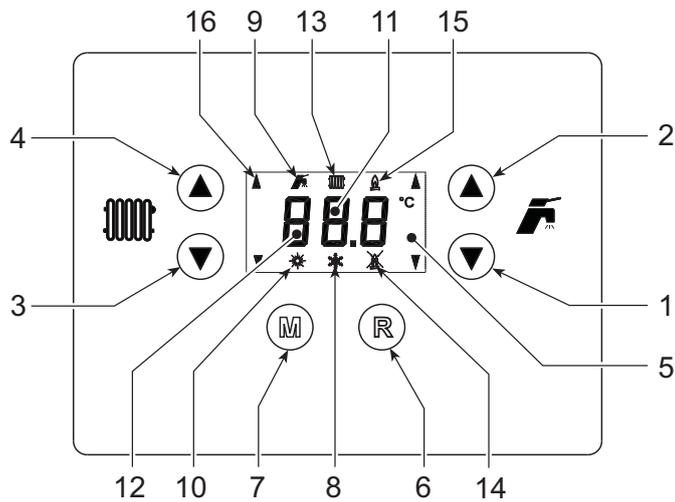
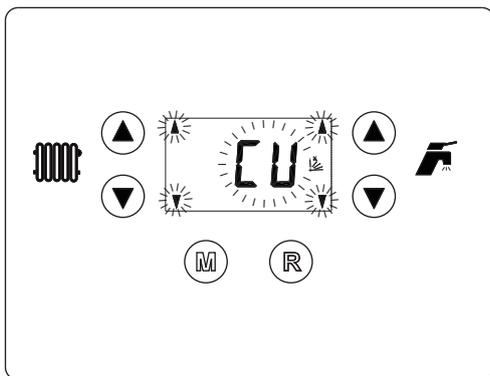
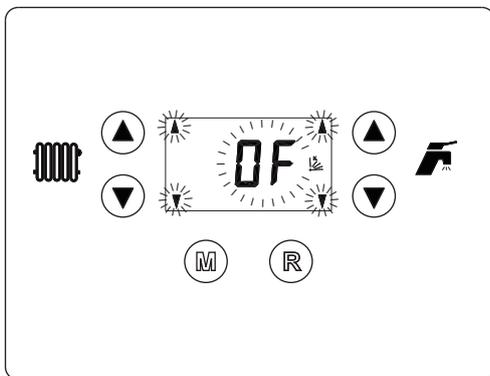
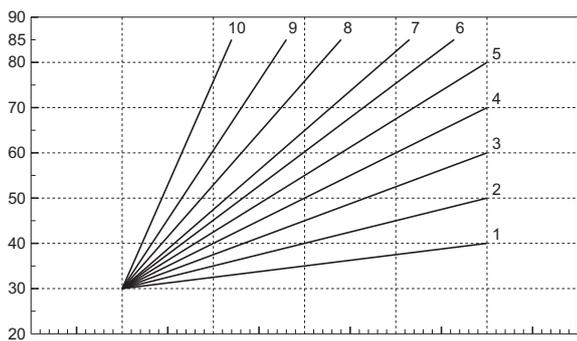

рис. 1 - Панель управления
рис. 11 - Кривая компенсации
рис. 12 - Параллельное изменение кривых
рис. 13 - Кривые погодозависимого регулирования
О поступлении команды на включение отопления от комнатного термостата или от пульта ДУ с таймером предупреждает загорание индикатора радиатора (поз. 13 - рис. 1).
О поступлении команды на включение бойлера предупреждает загорание индикатора крана (поз. 9 - рис. 1).
При включенной системе нагрева воды в бойлере (заводская установка) на дисплее отображается символ режима Comfort (поз. 12 - рис. 1). Бойлер может быть включен/выключен пользователем, выбрав соответствующую позицию в меню выбора.
Нажмите клавишу **(M)** (поз. 7 - рис. 1). На дисплее высвечивается текущий режим, который может быть изменен с помощью кнопок (поз. 1 и 2 -) системы ГВС:рис. 1 выберите ECO (Экономический) или CON (Комфорт) и подтвердите выбор нажатием кнопки **(M)** (поз. 7 - рис. 1).
Нажмите клавишу **(M)** (поз. 7 - рис. 1) в течение 5 секунд.
Для повторного включения котла снова нажмите кнопку **(M)** (поз. 7 рис. 1) в течение 5 секунд.
Нажмите клавишу **(R)** (поз. 6 - рис. 1) в течение 1 секунды.
На дисплее высвечивается символ "Лето" (поз. 10 - рис. 1): При этом котел будет вырабатывать только воду для ГВС. Остается активной система антизамерзания.
Для выключения режима "Лето" вновь нажмите клавишу **(R)** (дет. 6 - рис. 1) в течение 1 секунды.
Используйте клавиши (поз. 3 и 4 - рис. 1) для регулировки температуры воды в системе отопления в пределах от 30°C до 85°C; однако, не рекомендуется эксплуатировать котел при температуре ниже 45°C.
Температура рис. 1в системе ГВС регулируется в пределах от 10°C до 65°C с помощью клавиш (поз. 1 и 2 -).
В режиме плавающей температуры величина, заданная с помощью кнопок регулировки температуре в системе отопления рис. 1 (поз. 3 и 4 -), становится максимальной температурой воды, подаваемой в систему отопления. Рекомендуется устанавливать максимальное значение заданной температуры с тем, чтобы позволить системе регулировать изменение температуре во всем диапазоне значений.
При нажатии клавиши **(R)** (поз. 6 - рис. 1) в течение 5 секунд получается доступ к меню "Плавающая температура"; на дисплее отображается "CU" мигающим свечением рис. 11().
Используйте клавиши (аоз. 1 и 2 - рис. 1) для изменения конфигурации кривой в пределах от 1 до 10 в зависимости от характеристики (рис. 13). При задании значения 0 функция регулировки в режиме плавающей температуры исключается.
При нажатии клавиш (поз. 3 и 4 - рис. 1) получается доступ в режим параллельного изменения кривых; на дисплее отображается "OF" мигающим свечением (рис. 12). Используйте клавиши (поз. 1 и 2 - рис. 1) для параллельного изменения кривых в соответствии с характеристикой (рис. 14).
При повторном нажатии клавиши **(R)** (поз. 6 - рис. 1) в течение 5 секунд осуществляется выход из меню "Плавающая температура".
Выбор режимов ECO/COMFORT	При отключении режима ГВС с пульта ДУ котел устанавливается в режим "Ecooptm". В этих условиях кнопка (M) (поз. 7 - рис. 1) на панели котла отключена. При включении режима ГВС с устройства ДУ с таймером котел устанавливается в режим COMFORT. В этих условиях с помощью кнопки (M) (поз. 7 - рис. 1) на панели управления котла можно выбрать любой из этих двух режимов.